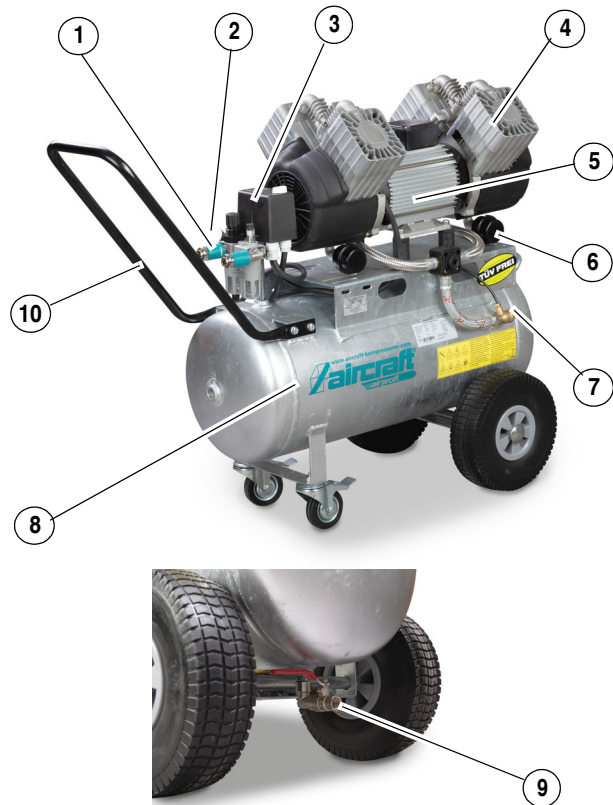

Abb. 7: AIRPROFI 401/50 E
- Schritt 4: Lassen Sie den Kompressor beim Erststart ungefähr zehn Minuten lang mit einem untergestellten Auffangbehälter laufen, wobei die Entwässerung (Pos. 9, Abb. 7) geöffnet ist.